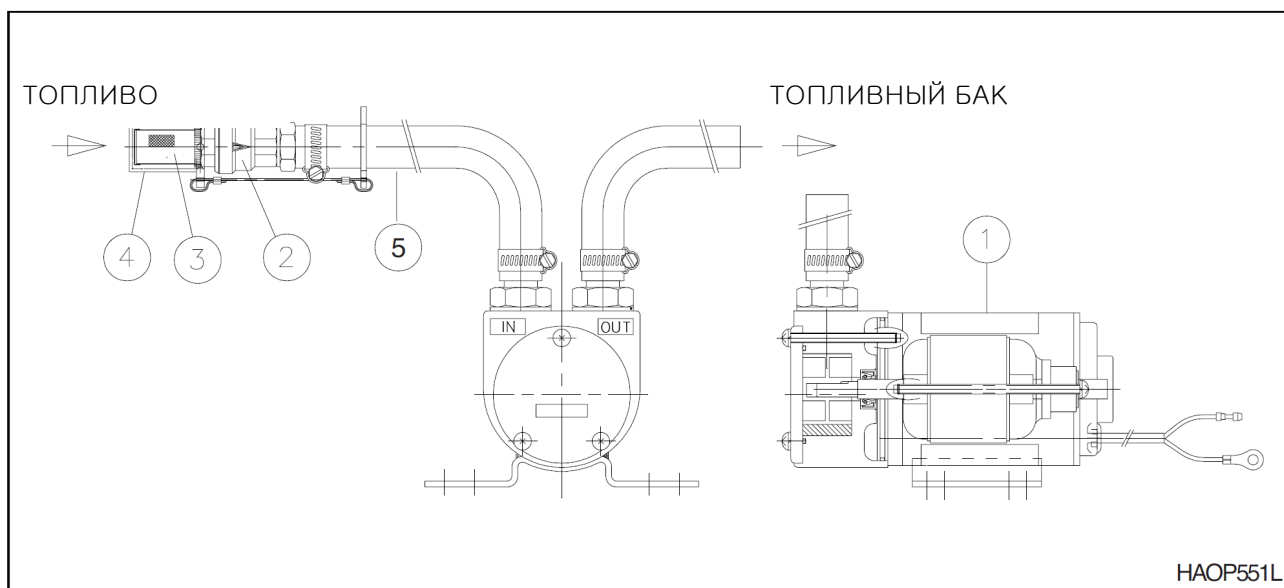

Рис. 86
1. Снять колпачок (4, рис. 86) фильтра грубой очистки (3) на конце впускного шланга (5).
ПРИМЕЧАНИЕ: Поместить колпачок фильтра (4, рис. 86) в безопасное место, чтобы после окончания заправки закрыть фильтр (3).
2. Вставить впускной шланг (5, рис. 86) в емкость с топливом для дозаправки.
5. Поднять впускной шланг (5, рис. 86) из топливной емкости и включить насос на 2 – 3 секунды, чтобы слить оставшееся в шланге топливо в топливный бак.
6. Установить колпачок (4, рис. 86) впускного фильтра грубой очистки (3) и вернуть впускной шланг (5) в положение для хранения.